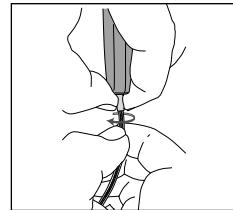

Fig. 7
6. Vri den ytre teflonkabelen fra den svivel kontakten nederst på satellitten. Plasser sviven i den ene hånden mellom tommelen og pekefingeren og ytre teflonkabelen i den andre hånden mellom tommelen og pekefingeren, og skru den ytre kabelen ut av svivelkoplingen (mot klokken) (**se fig. 7**). Trekk den indre kabelen utover gjennom sviven.